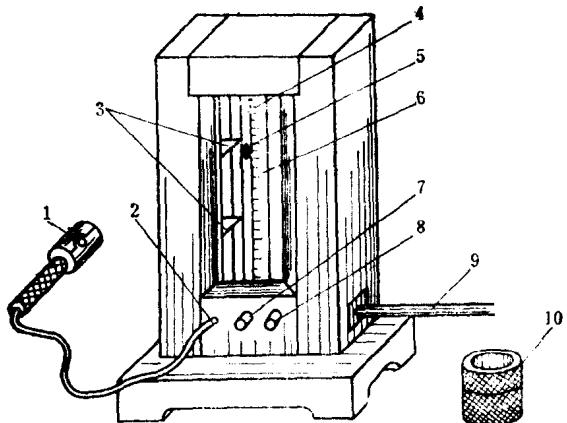

图 2-8
9. 气动量仪 气动量仪是将被测工件尺寸的变化转换成空气压力变化, 从而实现尺寸比较的测量仪器, 见图2-8。